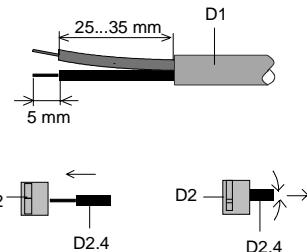

Bild 4: Anschließen / Abklemmen der Busleitungen
Anschließen der Busleitung (Bild 4)
- Den Mantel der abisolierten Busleitung (Bild 4) mit >3mm Überstand in den offenen Klemmschlitz (C4) drücken. Beim Anschluß einer zweiten Busleitung den geschlossenen Klemmschlitz mit einem Schraubendreher freibrechen und wie oben beschrieben in den Klemmschlitz drücken. Die Buseinzeladern in die Vertiefung unterhalb der Busklemme drücken und die Abdeckung (C1) aufschnappen.
Abklemmen der Busleitung (Bild 4)